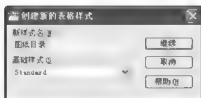
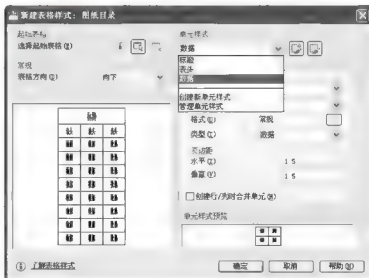

图 3.114 【创建新的表格样式】对话框
图 3.115 设定【数据】单元样式的【常规】参数
(2) 单击【新建】按钮，打开【创建新的表格样式】对话框，在【新样式名】文本框内输入“图纸目录”，在【基础样式】下拉列表中选择“Standard”样式，结果如图 3.114 所示。单击【继续】按钮，进入【新建表格样式：图纸目录】对话框。
(3) 设定【数据】单元样式的参数。
① 按照图 3.115 所示，设置【常规】选项卡中的参数。